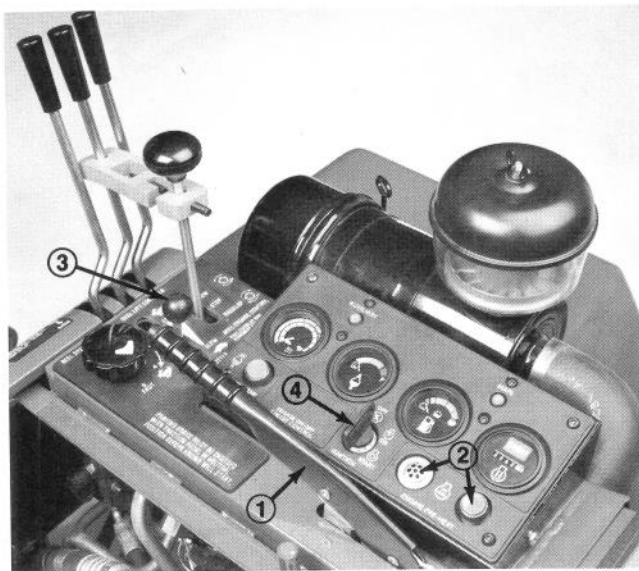

Figure 12
1. Prendre place sur le siège, ne pas appuyer sur la pédale de déplacement. S'assurer que le frein de stationnement est en prise (Fig. 12). La pédale de déplacement et le levier de tonte/affûtage doivent être au point mort.
2. Si la température du moteur ou de l'air est inférieure à 7-10°C, appuyer sur la commande de préchauffage du moteur et la maintenir jusqu'à ce que l'indicateur brille fortement (Fig. 12). Relâcher ensuite la commande et passer à l'étape 3 pour démarrer le moteur.
3. Placer la commande des gaz sur SLOW et tourner la clé de contact sur START (Fig. 12). Relâcher la clé lorsque le moteur démarre.
1. Ouvrir le capot du moteur et le maintenir relevé à l'aide de la béquille (Fig. 12).